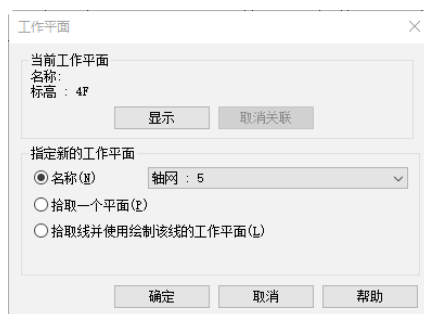

图 6-63 “工作平面”对话框
(7) 单击“结构”选项卡“工作平面”面板中的“设置”按钮, 打开“工作平面”对话框, 选择“名称”单选项, 在其下拉列表中选择“轴网: 5”, 如图 6-63 所示, 单击“确定”按钮。